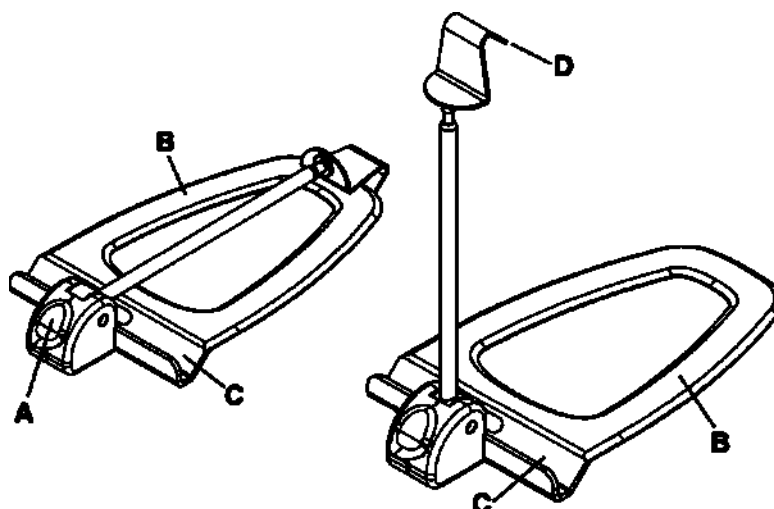

Рисунок 31 – Латеральный держатель рентгеновской кассеты
2. Нажмите вниз на желтую кнопку освобождения (A), чтобы открыть держатель латеральной кассеты (Рисунок 31).
3. Вставьте плоское основание (B) между матрацем и опорой для пациента.
5. Установите рентгеновскую кассету в канал для кассеты (C).
6. Потяните вверх за крючок кассеты (D), чтобы отрегулировать высоту кронштейна так, чтобы он вплотную примыкал к кассете и удерживал ее на месте.